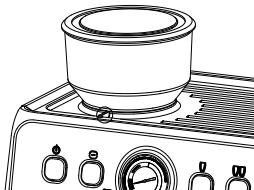

Fig. 5
Existem marcas no recipiente de grãos de café para mostrar o grau de moagem do café. Consulta a Fig. 4. Para definires o grau de moagem do café de acordo com as tuas preferências, certifica-te de que a definição da caixa de grãos do recipiente (1) que desejais aplicar está alinhada com a posição da marca existente no recipiente de grãos (conforme mostrado na Fig. 5).